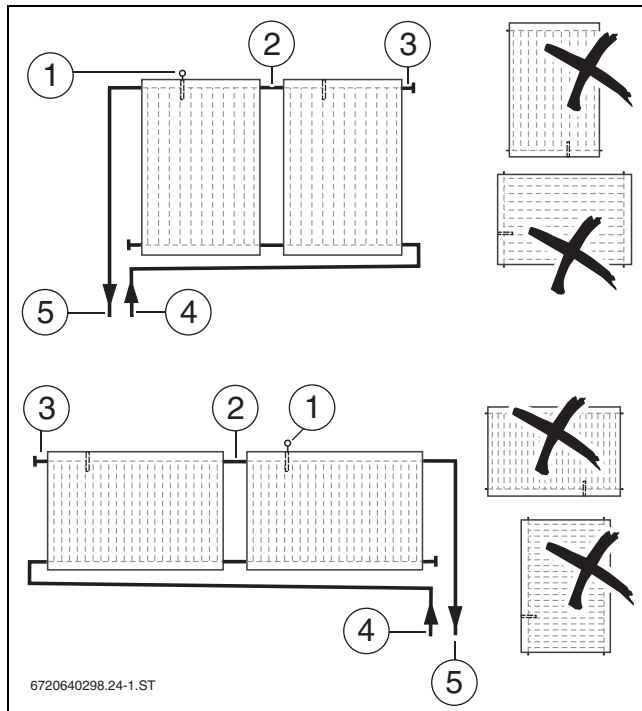

Рис. 14 Расположение вертикальных (вверху) и горизонтальных (внизу) коллекторов
► Подключайте поле коллекторов с двух сторон (→ рис. 14).
- При монтаже коллекторов учтите, что погружная гильза для датчика коллектора должна находиться сверху (→ рис. 14 [1]).
- При прокладке провода датчика коллектора учтите, что датчик (→ рис. 14 [1]) устанавливается на коллектор, к которому подключается подающая линия [5].